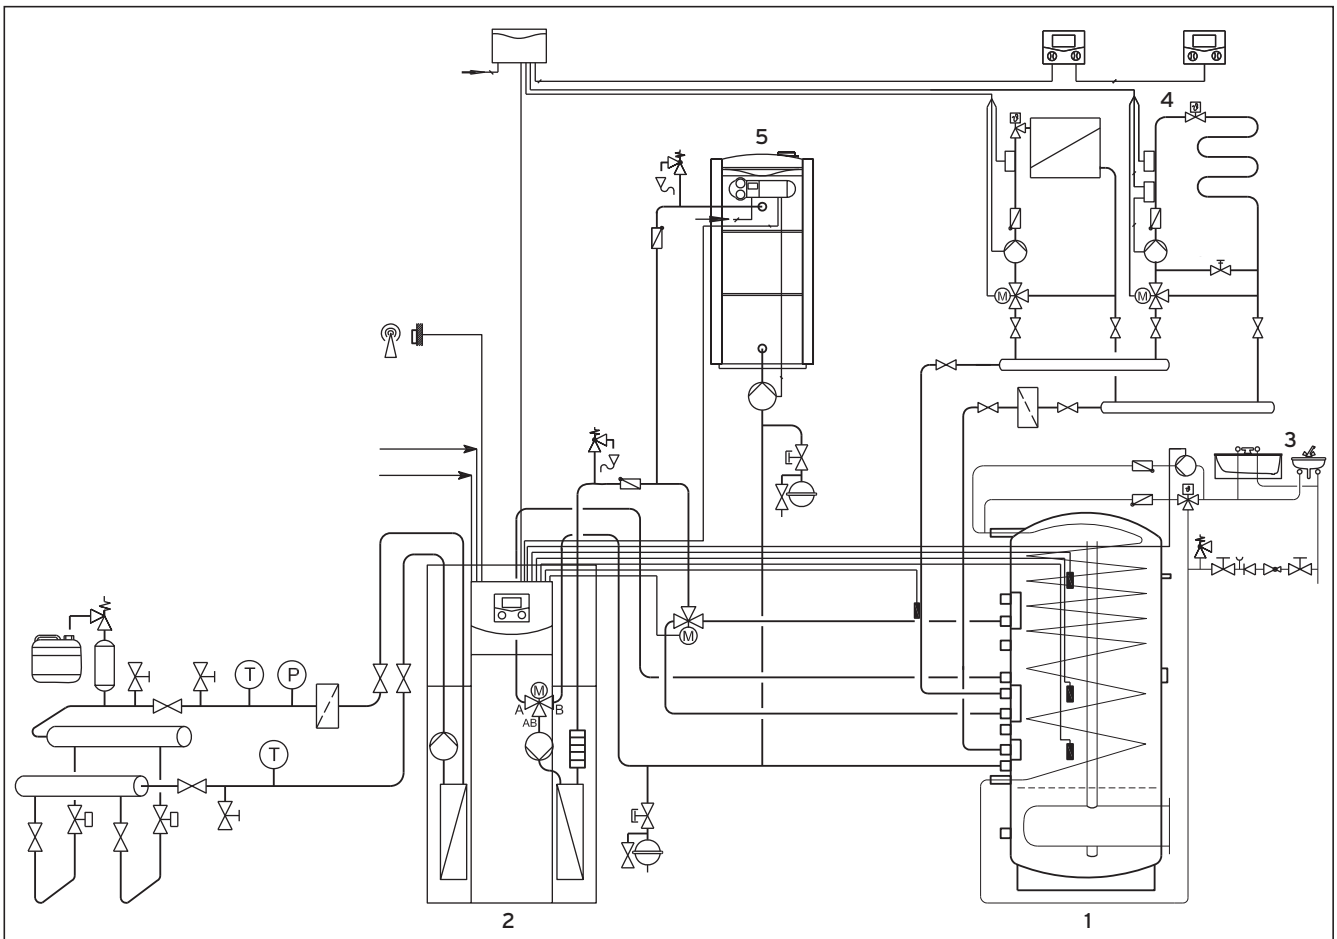

**Fig. 2.2 Produzione di acqua di riscaldamento e acqua calda mediante la pompa di calore, integrazione solare e caldaia a combustibile solido**
Nella fig. 2.2 è rappresentato il bollitore multifunzione con pompa di calore, riscaldamento solare e caldaia a combustibile solido. La caldaia a combustibile solido funziona in modo indipendente rispetto alla pompa di calore, l'allacciamento idraulico avviene come indicato nella figura.
**Legenda della fig. 2.2:**